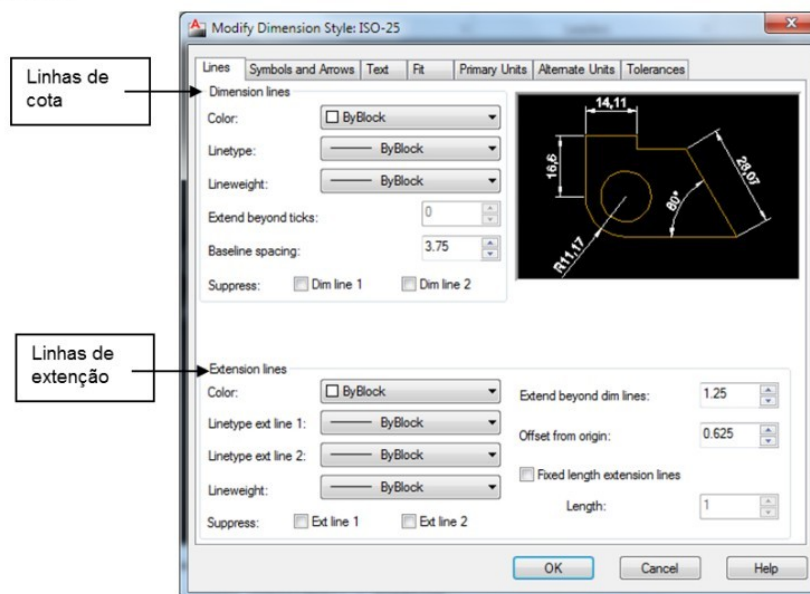

**Figura 8.4 - Janela Dimension Style Manager.**
- Acesse a opção por meio de uma das formas apresentadas anteriormente. Na área de trabalho aparecerá uma janela similar à apresentada na figura 8.4.
8. Pressione o botão **OK** com o auxílio do mouse, que fica na parte inferior da janela *Modify Dimension Style*. O programa retornará para a janela *Dimension Style Manager* (figura 8.4).